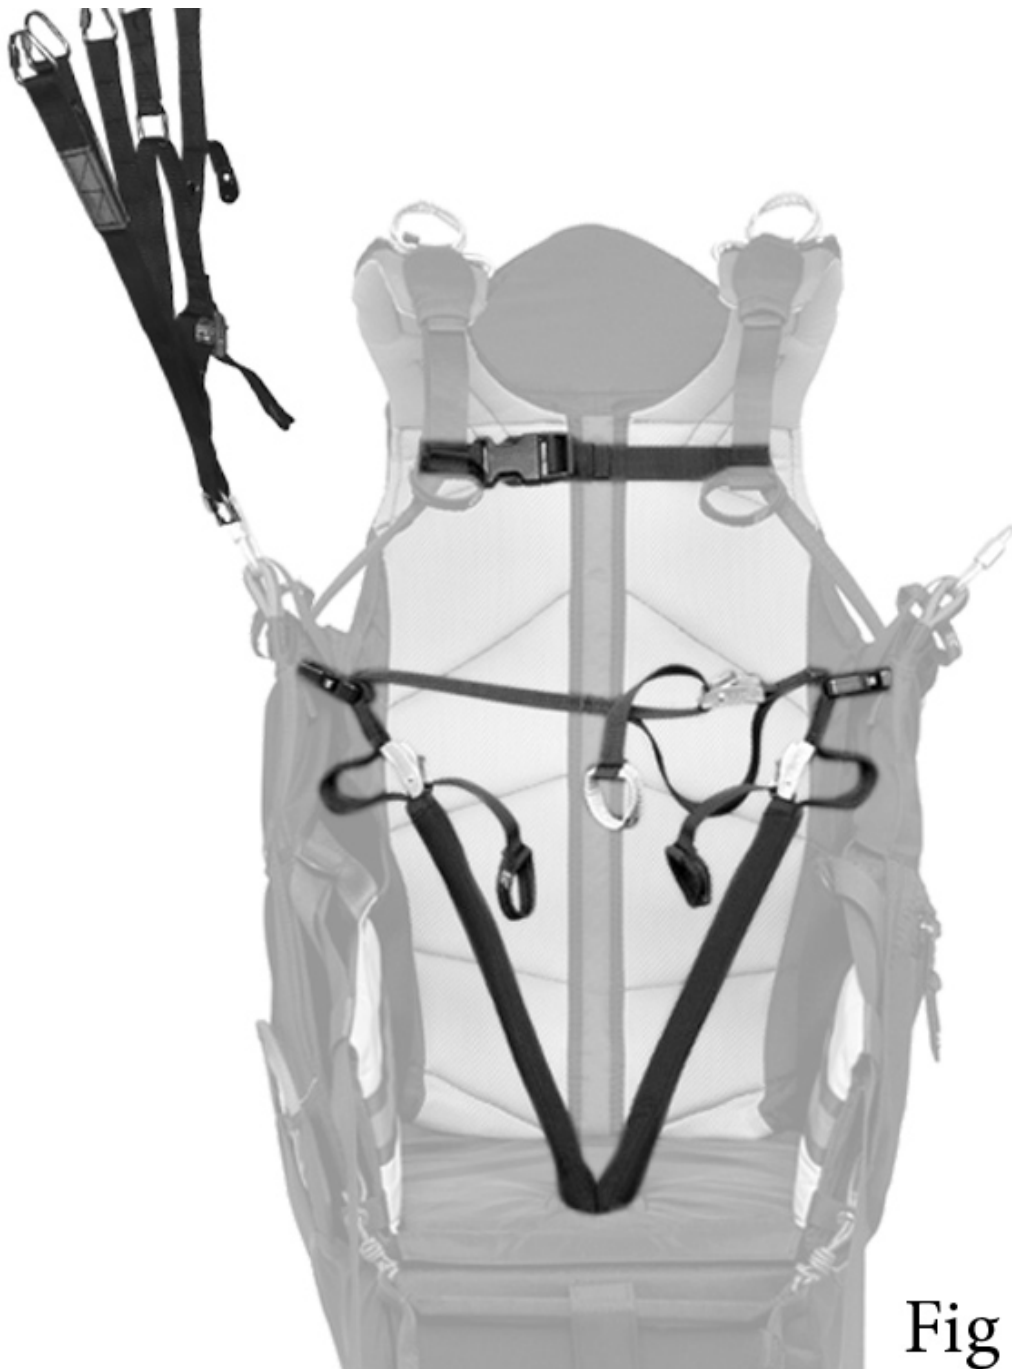

Fig 9
e) Sangle de poitrine (E) : (figure 9)